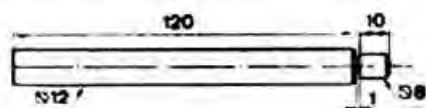

Рис. 3-37. Блокировка коленчатого вала фиксатором (показан стрелкой)
- Повернуть коленчатый вал в нормальном направлении и заблокировать его фиксатором BMW 11.2.300 (рис. 3-37).